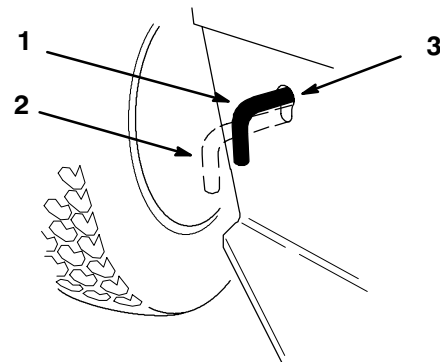

Figure 16
2. Poussez la tige de commande de transmission en position de poussée. Cela a pour effet de débrayer la transmission et de permettre aux roues de tourner librement (Fig. 16).
1. Poussez la tige de commande de transmission en position de fonctionnement (Fig. 16).